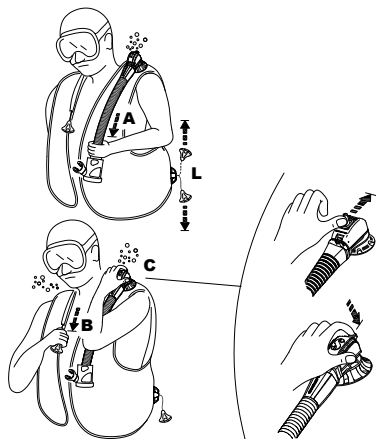

图 7
a) 轻拉软管接头（图7-A）
b) 按突出阀壳的按钮（图7-C）（已获专利）：这系统也可为遇上困难的潜水员排气（惊慌、初学潜水的、失去知觉等等）。
- (1) 手动安全阀有一个安全手动栓在上面 (图7-C) , 推到上面 , 释放气体 , 以防手动释放系统发生故障 (肖栓等零部件坏了) 。或使用Air2呼吸时
- (2) 所有放水的方法 , 打开阀门不要超过需要的时间 , 这样做就是防止更多的水进入背心。
- (3) 当激活手动安全阀时 , 不要按压对口阀门按钮 , 水可以通过对口阀喷嘴进入背心。
肩膊阀(图 7-B)
这个系统可以用于潜水遇到问题时清除空气 , 右肩上的阀门 , 如果要激活 , 轻轻地拉动按钮 (把手) , 通过阀门本身的拉绳 (图7-B) 来连接。为了操作任一款安全阀 , 升起阀门到一个高于背心气泡的位置 , 激活安全阀 , 直到达到期望的浮力 , 停止拉/推 , 关闭阀门 (图7-B) 。
低排气阀(图7-L)
肩膊阀 (图7-B) 及低排气阀 (图7-L) 是排气量最大的排气设备。